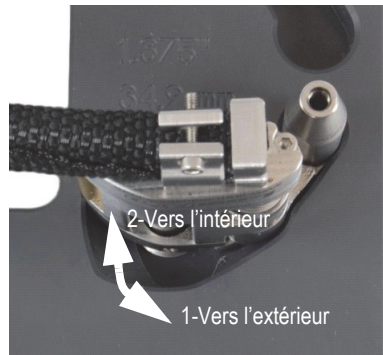

Figure 2-9 Serrage de la vis de réglage de la queue
- c) Tenez l'assemblage de la queue dans le trou et, du côté opposé, serrez la vis de réglage de la queue avec le tournevis hexagonal de 2,5 mm (voir la Figure 2-9 à la page 42).